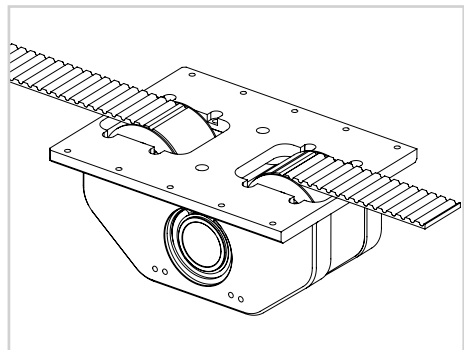

図 15
- 8) 新しいベルトを駆動ヘッドの中に挿入します。その際、駆動プーリーと噛み合う歯の向きに注意してください (図 15 を参照)。